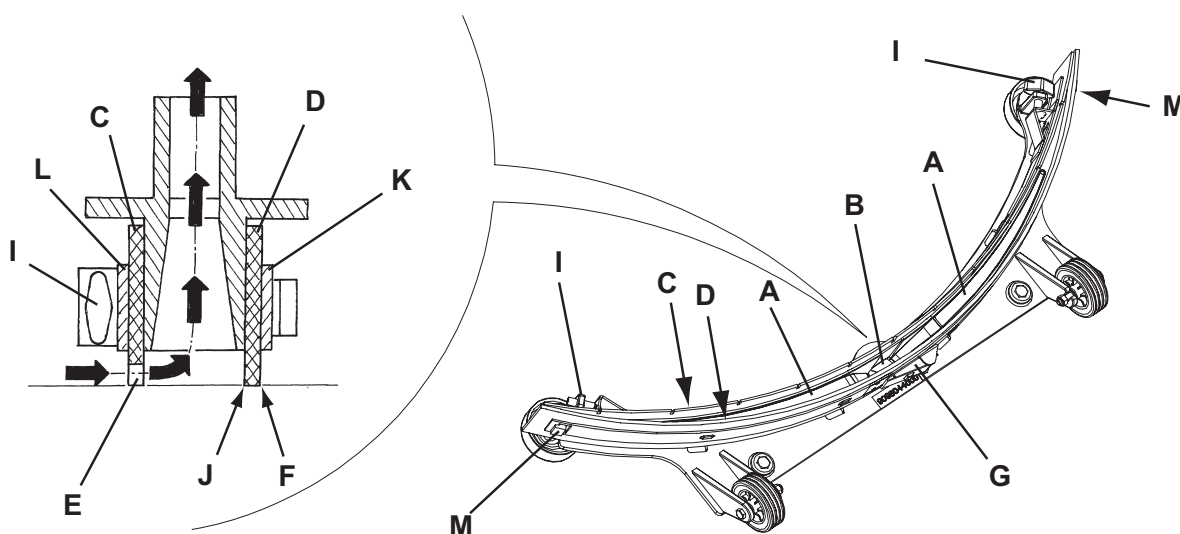

Figure 3
1. Nettoyer l'embouchure (Fig. 3) comme décrit au paragraphe précédent.
2. Contrôler que le bord (E, Fig. 3) de la lamelle en caoutchouc avant (C) et le bord (F) de la lamelle en caoutchouc arrière (D) se posent simultanément sur le plan, et en toute leur longueur ; en cas contraire, régler leur hauteur en procédant selon les instructions suivantes :
- Déposer le tirant (G), décrocher les dispositifs de retenue (M) et régler la lamelle en caoutchouc arrière (D), puis accrocher les dispositifs de retenue et installer le tirant.
- Desserrer les boutons (I) et régler la lamelle en caoutchouc avant (C), puis serrer les boutons.
3. Contrôler que la lamelle en caoutchouc avant (C) et la lamelle en caoutchouc arrière (D) sont intactes et qu'elles ne présentent pas de coupures ou déchirures ; dans le cas contraire, les remplacer comme suit. Contrôler que l'arête (J) de la lamelle en caoutchouc arrière n'est pas usée ; en cas contraire, tourner la lamelle en caoutchouc, en remplaçant l'arête usée avec l'une des trois arêtes intactes. Si toutes les arêtes sont usées, remplacer la lamelle en caoutchouc en procédant comme suit :
- Déposer le tirant (G), décrocher les dispositifs de retenue (M) et enlever la bande de retenue (K), puis remplacer/tourner la lamelle en caoutchouc arrière (D). Pour la repose, procéder dans l'ordre inverse de la dépose.
- Dévisser les boutons (I) et enlever la bande de retenue (L), puis remplacer la lamelle en caoutchouc avant (C). Pour la repose, procéder dans l'ordre inverse de la dépose.